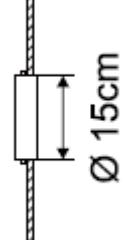

Fig. 5
- **Installation du tuyau d'évacuation d'air avec un perçage de mur :** Percez un trou dans un mur extérieur, s'il vous plaît. Veuillez vous assurer que les dimensions MIN/MAX pour la taille du trou et sa position sont respectées (Fig. 5 et 6). Veuillez insérer l'adaptateur de tuyau d'évacuation d'air fourni avec le couvercle dans le trou et raccordez l'adaptateur au tuyau d'évacuation d'air. Lorsque l'appareil n'est pas utilisé, vous pouvez recouvrir le trou avec le couvercle de l'adaptateur.